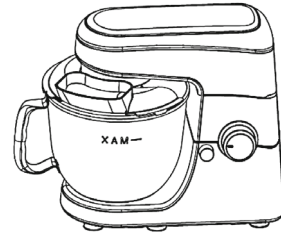

Abb. 1
- Schüssel auf Position stellen. Zuerst die Schüssel auf den Boden stellen, dann die Schüssel im Uhrzeigersinn drehen, bis sie einrastet (siehe Abb. 1).
- Vergewissern Sie sich, dass der Schüsseldeckel richtig sitzt (siehe Abb. 1).